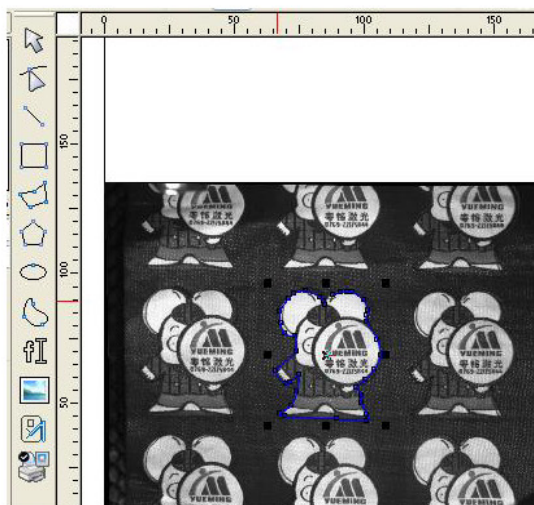

Fig. 4-8
- B. Use as ferramentas na barra de ferramentas de desenho para desenhar um contorno do modelo, como na Fig. 4-8: